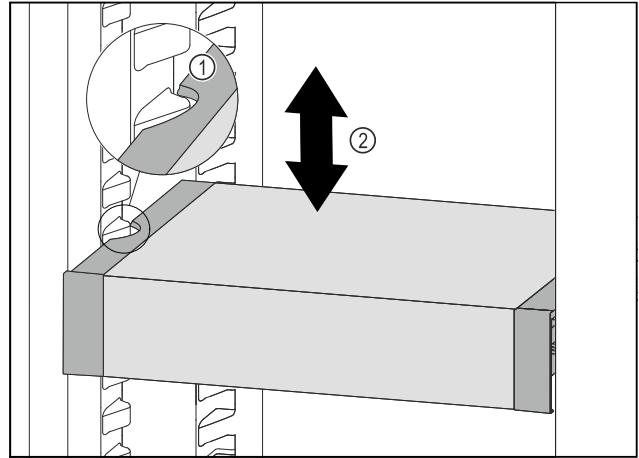

Fig. 106
► VarioSafe nach vorne ziehen, bis sich die seitlichen Aussparungen des VarioSafes auf Höhe der Behälterrippe im Kühlteil befinden. Fig. 106 (1)
► VarioSafe im Kühlteil nach oben oder unten bewegen, bis gewünschte Höhe erreicht ist. Fig. 106 (2)